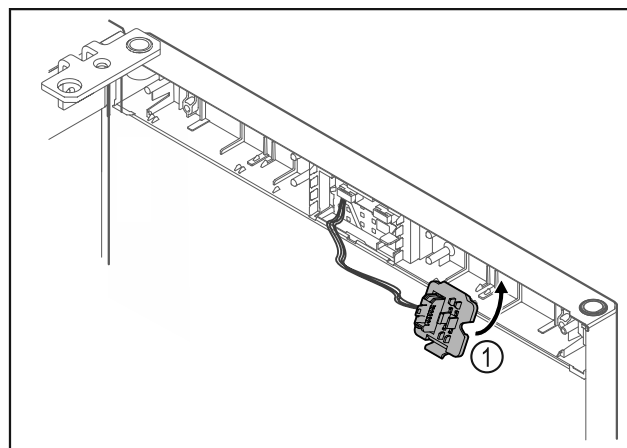

Fig. 19
- Steckerhouder Fig. 19 (1) aan tegenoverliggende zijde vergrendelen.